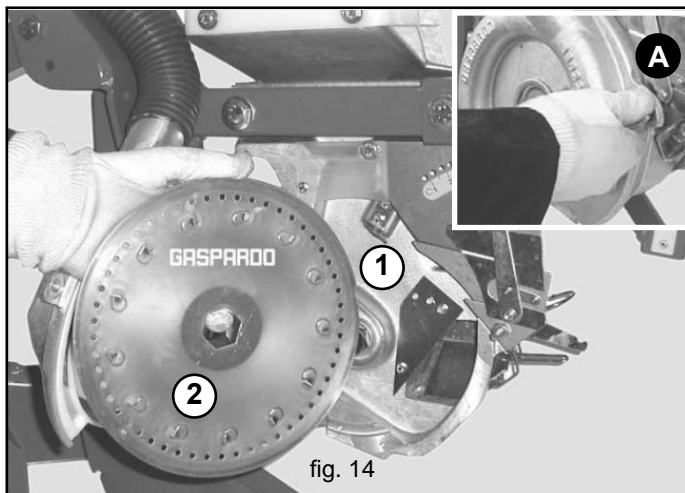

fig. 14
All'interno dei distributori (1, Fig. 14) va montato un disco (2, Fig. 14) scelto in funzione della dimensione del seme (il seme non deve poter entrare nel foro).
- Il disco deve essere montato con i piolini (2, Fig. 14) rivolti all'interno del distributore.
- Serrare il dado ad alette di chiusura coperchio solamente con le mani (A, Fig. 14).
- 4) Svitare e togliere il dado ad alette (A, Fig. 14);